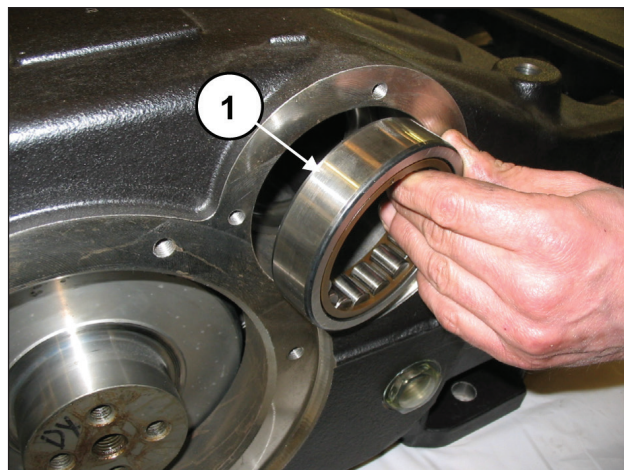
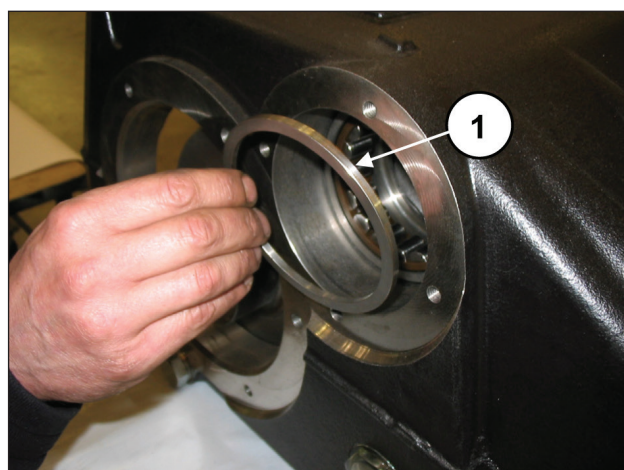
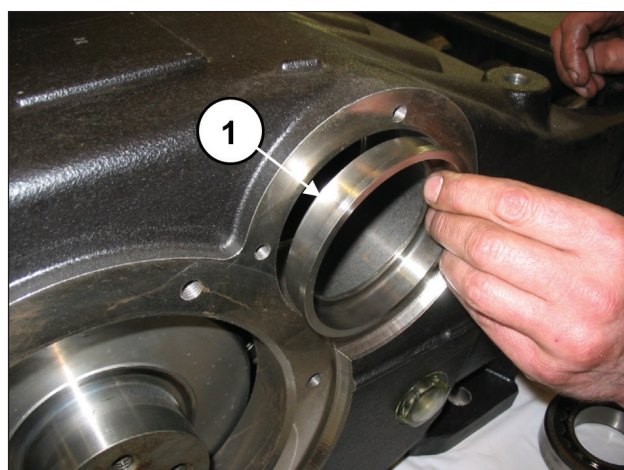

图 36
图 37
图 38
通过使用足够长的杆 (①, 图 36) 和锤子，从泵壳中取出轴承环 (①, 图 36)，外轴承定距块 (①, 图 37) 和轴承润滑衬套 (①, 图 38)。